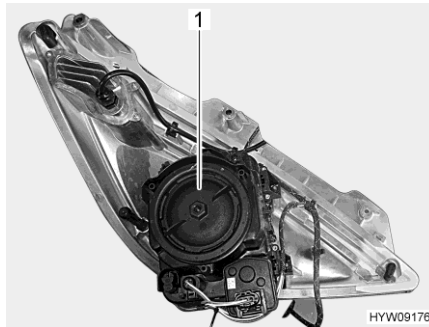

Bild 161 Frontscheinwerfer (Rückseite)
- Gehäusedeckel (Bild 161,1) entgegen dem Uhrzeigersinn drehen und abnehmen.
- Gehäusedeckel (Bild 161,1) aufsetzen und im Uhrzeigersinn festdrehen.